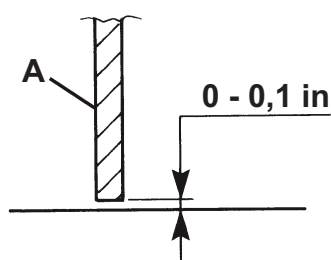
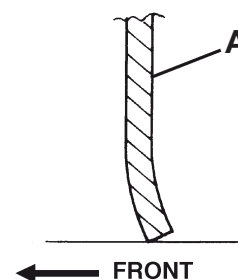
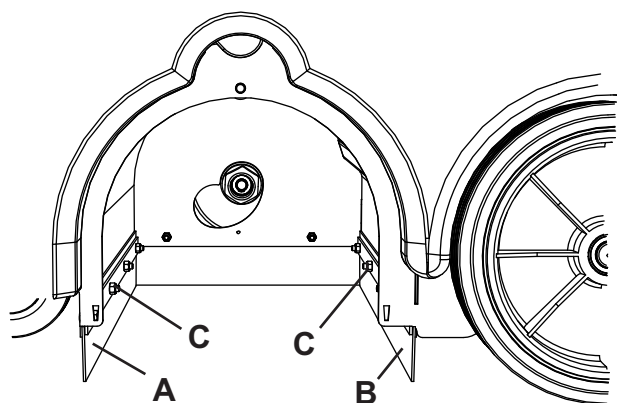

Figure 18
Figure 19
Figure 20
2. Contrôler l'intégrité des volets avant (A, Fig. 20) et arrière (B).
- le volet avant (A, Fig. 20) touche légèrement le sol et que, de toute façon, il ne se détache pas du sol (A, Fig. 19) ;
- le volet arrière (B, Fig. 20) se trouve à une hauteur du sol comprise entre 0 et 3 mm (entre 0 et 0,12 in) (A, Fig. 18).
5. Si besoin est, régler la hauteur des volets en utilisant les orifices oblongs (C, Fig. 20).